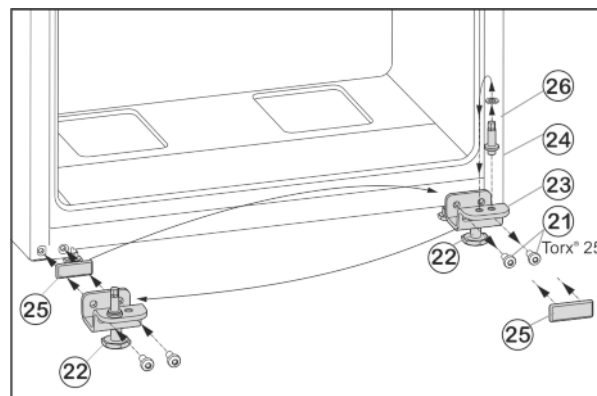

Fig. 9
- Upevňovací šrouby Fig. 9 (21) odšroubujte.
- Vyměňte spodní stojan ložiska Fig. 9 (23) i s ložiskovým čepem Fig. 9 (24), podložkou Fig. 9 (26) a seřizovací nožkou Fig. 9 (22).
- Ložiskový čep Fig. 9 (24) kompletně odšroubujte i s podložkou Fig. 9 (26), přemístěte do protějšího upínacího otvoru stojanu ložiska a opět přišroubujte.
- Krycí desku Fig. 9 (25) opatrně sejměte a přemístěte ji na protější stranu.
- Dolní stojan ložiska Fig. 9 (23) opět kompletně, i s ložiskovým čepem Fig. 9 (24), podložkou Fig. 9 (26) a seřizovací nožkou Fig. 9 (22), případně s pomocí akumulátorového šroubováku **silou (4 Nm)** našroubujte na nové straně závěsu dveří.
- Dveře nasadte shora na ložiskový čep Fig. 9 (24).
- Seřizovací nožku Fig. 9 (22) na spodním stojanu ložiska Fig. 9 (23) vytáčejte, až dosedne na zem.